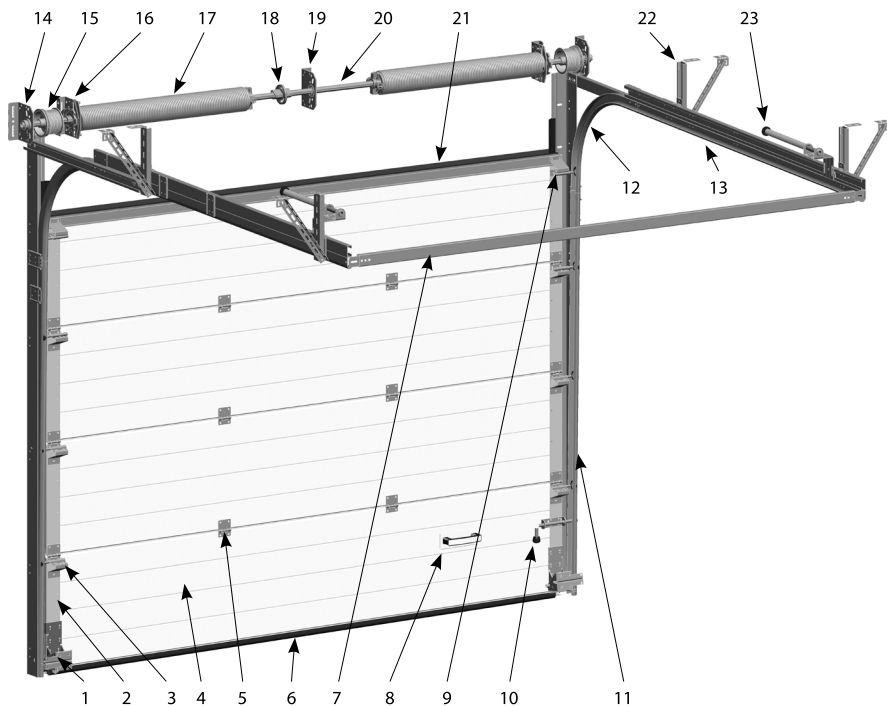

Рис. 11. Промышленные ворота. Стандартный монтаж:
Ворота состоят из несущего каркаса, воротного полотна, торсионного вала с торсионными пружинами, элементов управления. На рис.11 приведено схематическое изображение ворот стандартной комплектации.
- нижние кронштейны с защитой от обрыва троса (поз.1 на рис.11);
- предохранительные храповые муфты (поз.16 на рис.11), срабатывающие при поломке пружин.